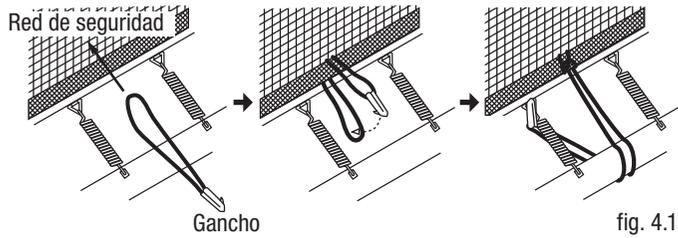

fig. 4.1
En el extremo enganche un anillo de goma con un gancho (G) entre los dos tubos inferiores (B) en el borde de la red, ajuste el otro extremo del anillo alrededor del marco principal y engánchelo en el marco de esteras y las varas de red. (Figuras 4.1 + 4.2). INDICACIONES: Para una mayor claridad no se encuentra representado el acolchamiento de marco abajo en la fig. 4.1.